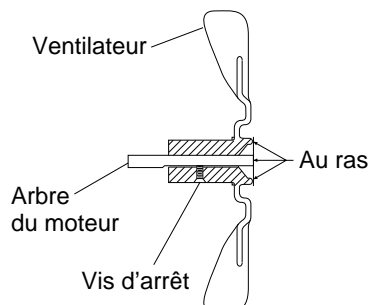

Figure 28 - Coupe du ventilateur
6. Replacer le ventilateur sur l'arbre du moteur. Placer le moyeu du ventilateur au ras de l'extrémité de l'arbre du moteur (voir figure 28).